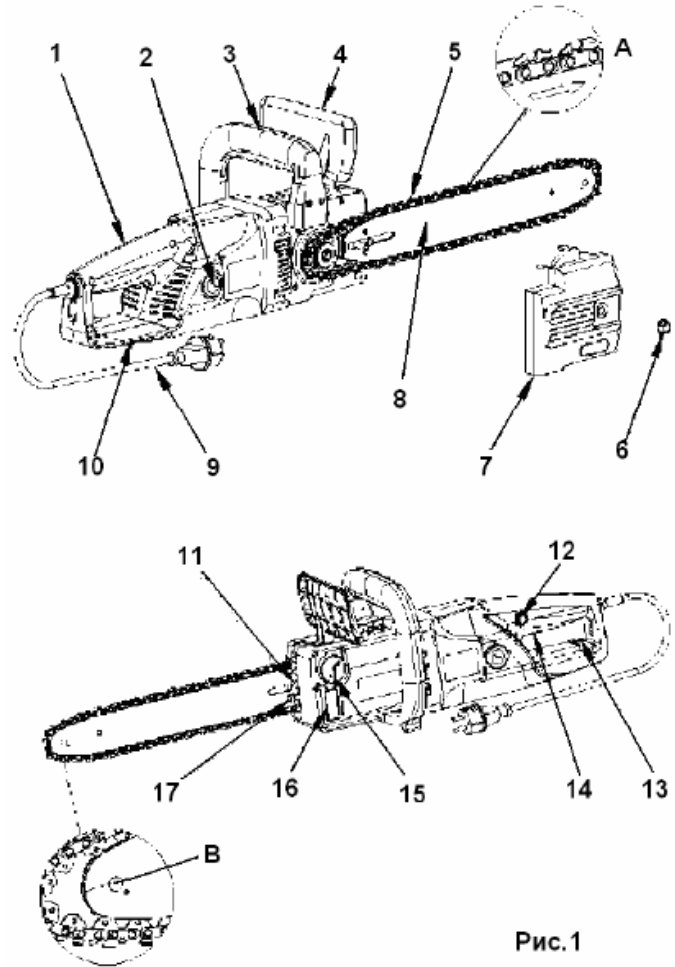
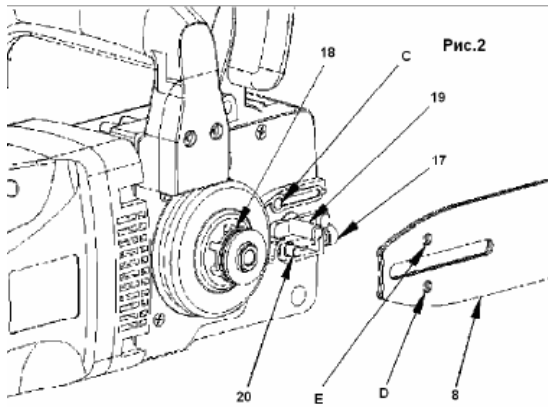

Рис.1
Рис.2
Если вы видите следы масла на цепи, то пила работает нормально. Если на цепи масло отсутствует, то прочистьте масляный выпускное отверстие (Рис.2), верхнее отверстие шины и шланг подачи масла, или обратитесь в сервисный центр.
Направляющая шина и пильная цепь поставляются отдельно (в разборном виде). Сначала открутите крепежный винт (6 Рис.1) и снимите крышку, закрывающую натяжной механизм направляющей шины пилы (7 Рис.1). Нижний болт натяжения (20 Рис.2), должен находиться по центру прорези направляющей шины. Если необходимо, более точно отрегулируйте натяжение цепи с помощью винта (17 Рис.2).
Всегда используйте специальные перчатки для защиты рук при монтаже цепи, проверке натяжения, сборке и разборке. Перед монтажом цепи на направляющую шину, проверьте направление режущих зубцов цепи (заточенная сторона зубцов). Направление движения цепи, указано на крышке (7) (Рис 3). Для того, чтобы определить направление пиления, если необходимо, переверните ее (5). Надевая цепь на шину, держите пилу с направляющей шиной (8) вертикально, концом шины вверх (5). Монтаж цепи начинайте с наконечника шины (8). Монтаж цепи на шину начинайте следующим образом: Установите направляющую шину с пильной цепью на болт (19) и на болт регулировки натяжения цепи (20). Наденьте цепь на звездочку (18) Проверьте еще раз правильное направление установки цепи (См. Рис. 1). Наденьте крышку (7 Рис.1), и закрутите крепежную гайку (6 Рис.1) гаечным ключом. Теперь цепь смонтирована на направляющую шину правильно.
Убедитесь, что цепь (5) находится в пазах направляющей шины (8) (Рис.1 а). Используя шестигранный ключ, поверните винт регулировки натяжения цепи (17) по часовой стрелке до тех пор, пока цепь не будет правильно натянута. Во время затягивания винта (20), направляющую шину необходимо держать вертикально вверх. Проверьте натяжение цепи еще раз (См. Рис. 3). Не натягивайте цепь очень туго. В холодную погоду цепь должна приподниматься от направляющего бруска приблизительно на 5 мм. Затяните туго контргайку (6).
Чтобы предотвратить попадание грязи в масляный бачок, протрите крышку бачка (22) перед тем как ее открыть. Следите за уровнем масла в масляном бачке в процессе пиления, уровень масла смотреть в окошечке (16 Рис.1, 4). После доливки масла, плотно закрутите крышку бачка и вытрите пролитое масло.